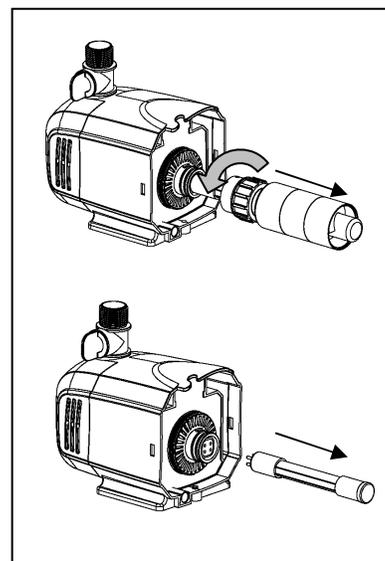

Fig. 13
8. Nota: En el caso de que la bombilla de UV se necesite sustituir, retire el conjunto del tubo de vidrio girándolo a la izquierda y al mismo tiempo alejándolo de la base de la lámpara. Fig. 13